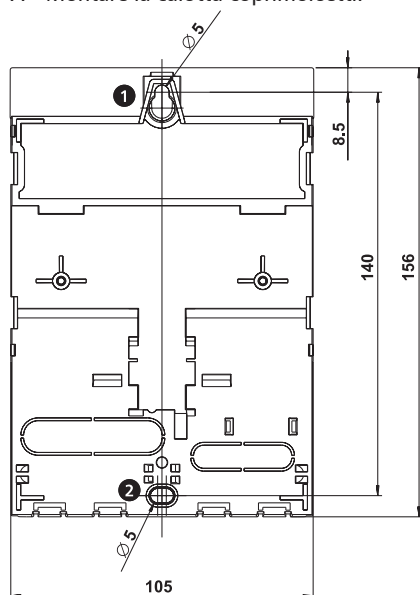

Fig. 2: Lato posteriore del regolatore con aperture di montaggio superiore ❶ e inferiore ❷
2. Avvitare la vite per l'apertura di montaggio superiore ❶ (Fig. 2), in modo tale che la testa della vite mantenga una distanza dalla superficie di montaggio compresa tra i 5 e i 7 mm.
4. Disegnare sulla superficie di montaggio l'apertura di montaggio inferiore ❷ attraverso la scatola del regolatore.
6. Appendere il regolatore all'apertura di montaggio superiore ❶ e fissarlo con una vite all'apertura di montaggio inferiore ❷.